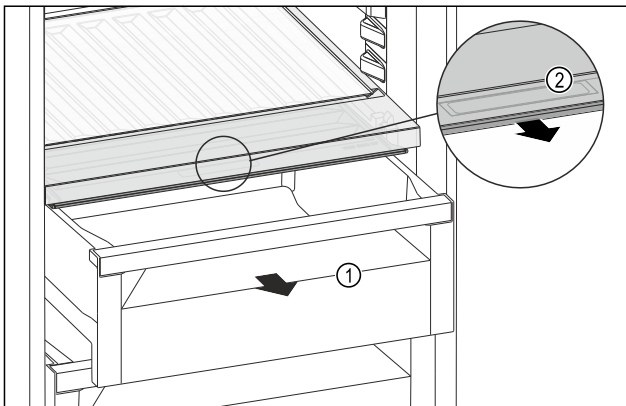

Fig. 92
- ▶ Schubfach Fig. 92 (1) herausziehen.
- ▶ Griffmulde Fig. 92 (2) am Fachdeckel anfassen und Fachdeckel gleichzeitig nach vorne ziehen.